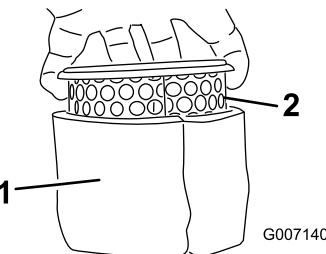

Figure 51
6. Sortez délicatement l'élément en mousse de l'élément en papier (Figure 51).
- Glissez délicatement le préfiltre en mousse sur l'élément en papier (Figure 51).